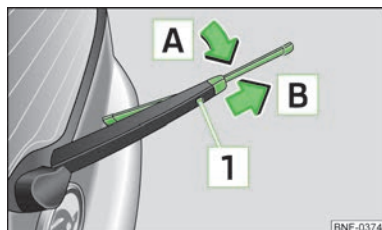

Fig. 32
- Levantar el brazo de la luna trasera del parabrisas e inclinar la escobilla ligeramente en la dirección del brazo del limpiacristales, flecha **A** » fig. 32.